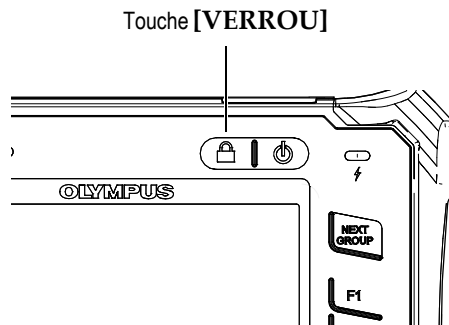

Figure 2-7 Configuration avec la molette de réglage — Touche [VERROU]
- La touche [VERROU] (configuration avec la molette de réglage seulement) verrouille automatiquement tous les paramètres afin d'éviter les modifications accidentelles lors de l'utilisation de la molette (voir la Figure 2-7 à la page 42).